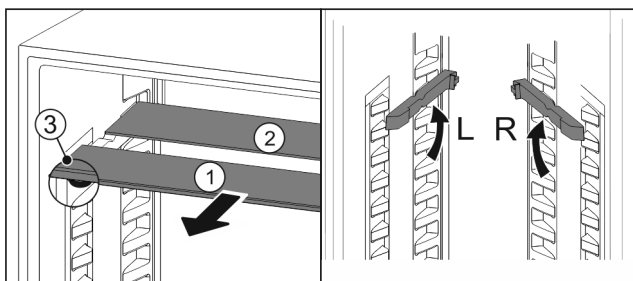

Fig. 90
- ▶ Træk glaspladerne ud enkeltvis fremad Fig. 90 (1).
- ▷ Glaspladen Fig. 90 (1) med pyntelisten ligger foran.
- ▷ Stoppene Fig. 90 (3) peger nedad.